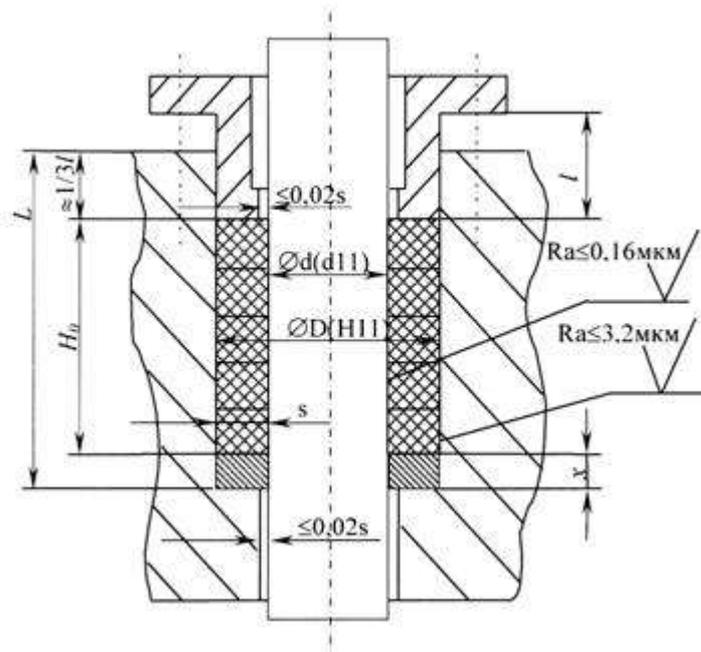

Рис. 1.
- 3.2. Зазор между штоком, грундбуксой, корпусом и подсальниковым кольцом, а также шероховатость поверхности штока не должна превышать показателей, указанных на Рис. 1. При наличии эксцентриситета между осями шпинделя и камеры сальника его необходимо устранять. Изгиб шпинделя (штока) не допускается.
Высота подсальникового кольца χ определяется как разность между глубиной сальниковой камеры L и суммой высоты сальникового пакета H_0 и $1/3$ длины рабочей части грундбоксы l . (Рис. 1).